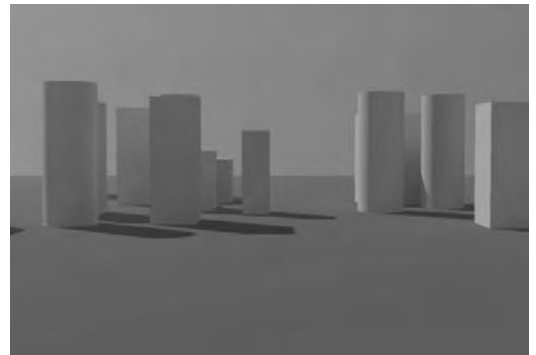

Fig.13.26
- 7 Effectuez un rendu (fig.13.26).